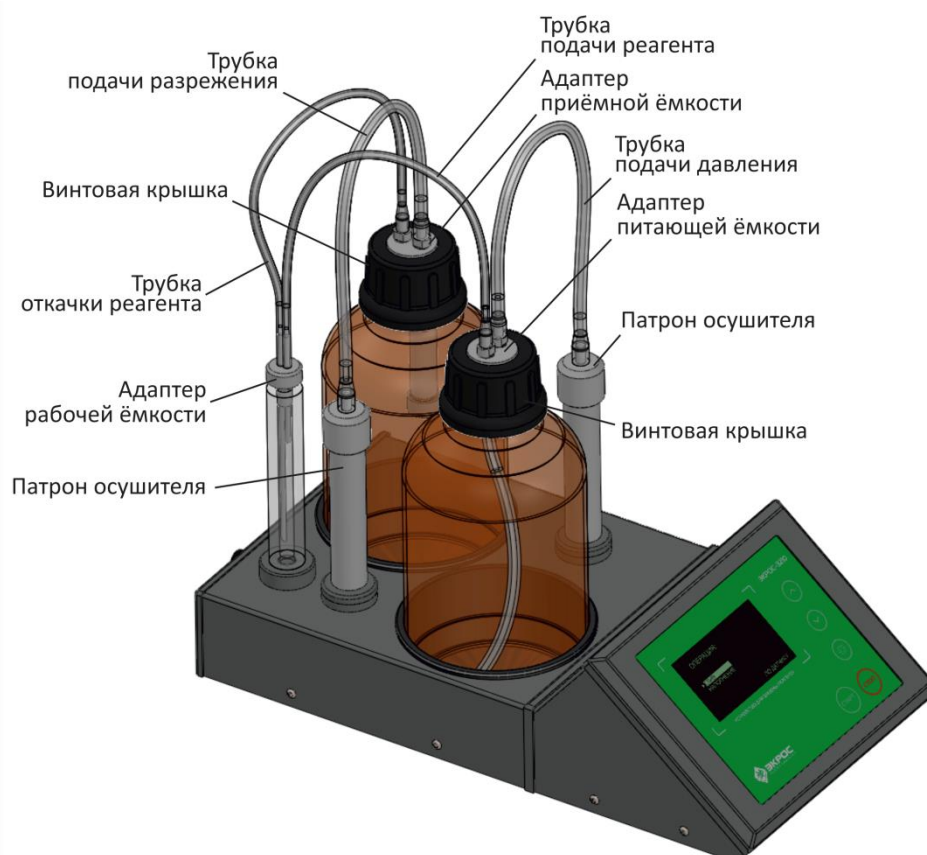

Рисунок 3
- 7.2.7. Разместить в гнездах в задней части корпуса приёмную и питающую ёмкости, плотно закрепить на них винтовыми крышками соответствующие адаптеры и обеспечить их правильное соединение с патронами осушителя и адаптером рабочей ёмкости трубками в соответствии со схемой подключения (Рисунок 3).